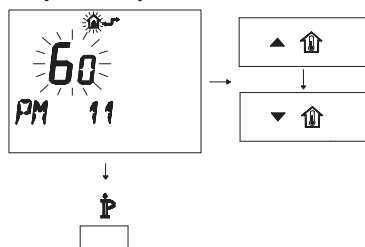

Рисунок 5.72
- Измените заданное значение при помощи кнопок ▲⏏ или ▼⏏ и подождите, пока заданная цифра не начнет мигать (Рисунок 5.72). Каждое изменение в сторону увеличения или уменьшения соответствует 1 секунде.